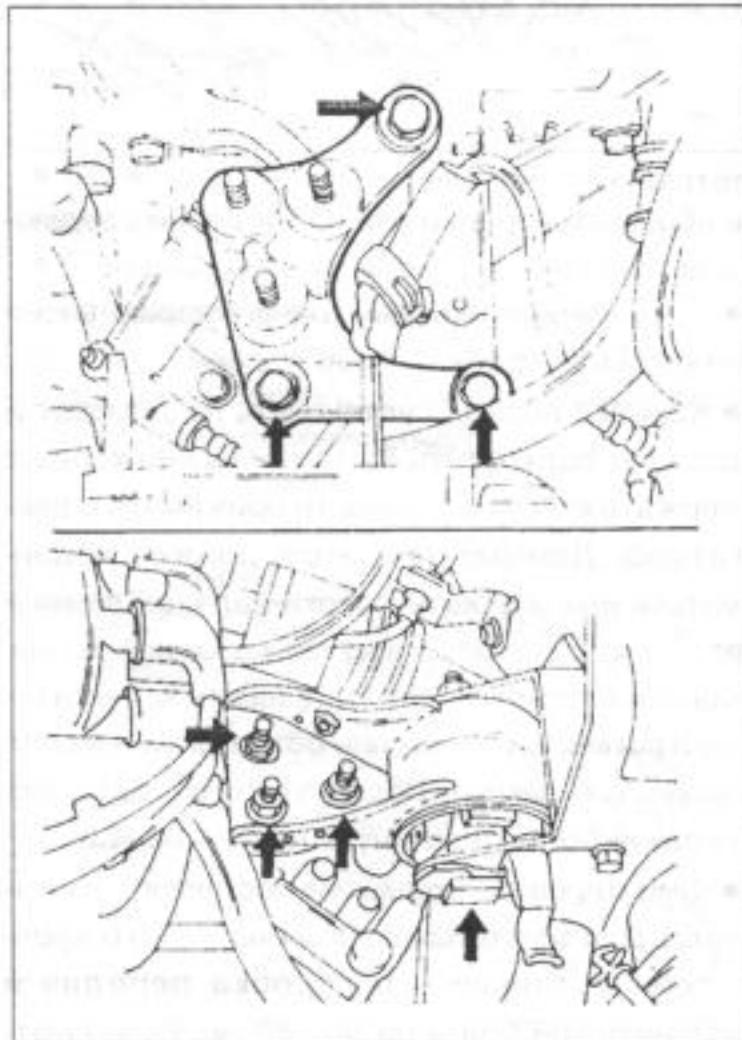

Рис.170.
- Смонтировать кронштейн подвески двигателя. Для этого показанный на рис.170 кронштейн установить в коробке передач и затянуть три болта на 56—80 Нм. Если смот-
- Серьгу подвески наложить на верхнюю сторону только что смонтированного кронштейна. Три показанные на рис.170 гайки (A) затянуть на 65—90 Нм, вставленные с боков болты (B) — на 67—93 Нм.